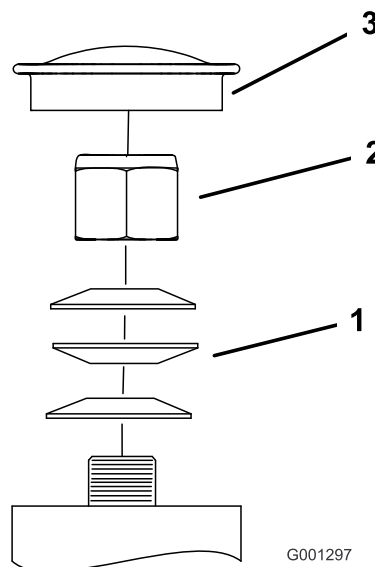

Figura 42
Importante: Asegúrese de que las arandelas de muelle están correctamente instaladas, según muestra Figura 42.
5. Coloque el tapón anti-polvo (Figura 42).
3. Retire el tapón anti-polvo de la rueda giratoria y apriete la contratuerca (Figura 42).
4. Apriete la contratuerca hasta que las arandelas de muelle estén planas, luego afloje 1/4 de vuelta para establecer la pre-carga correcta de los cojinetes (Figura 42).